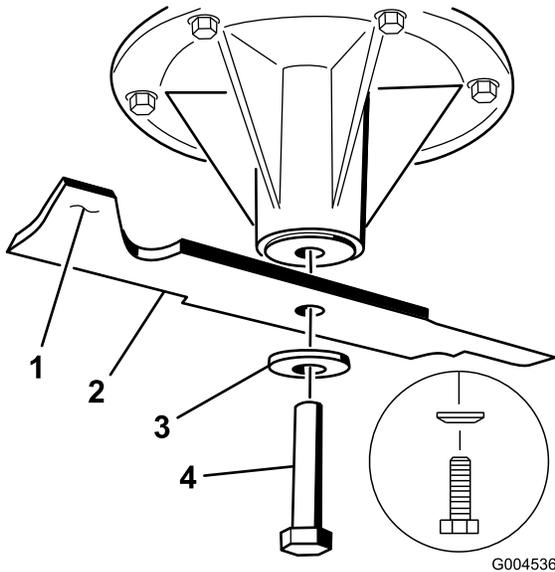

図 80
2. スピンドルのシャフトからブレードボルト、湾曲ワッシャ、ブレードを取り外す（図 80）。
ればバランスがとれているからそのまま使用してよい。もし傾くようなら、重い方の裏面を少し削って調整する（図 80）。バランスがとれるまで調整する。